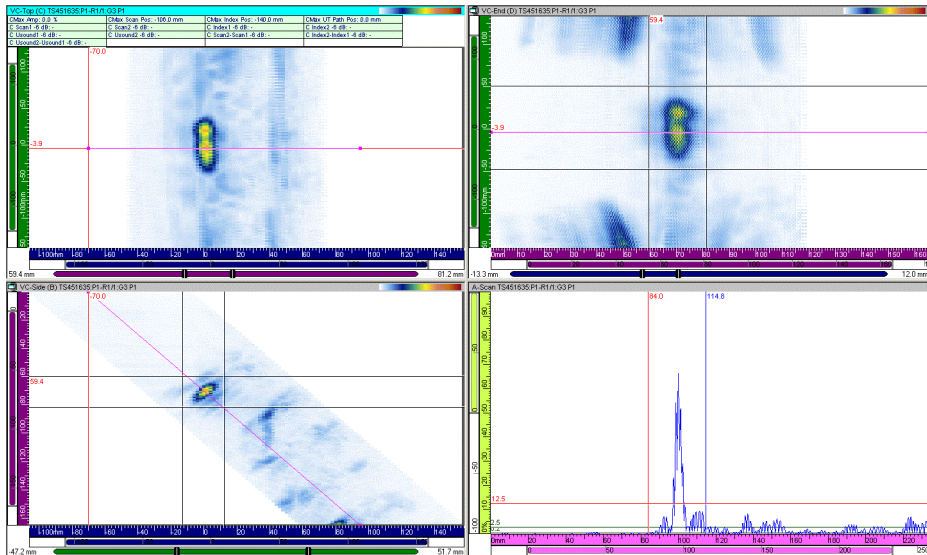

Abbildung 7-11 Prüfdatenbilder (Beispiele)
3. Zeigen Sie den gewünschten Bereich der aufgezeichneten Prüfdaten an (siehe Abbildung 7-11 auf Seite 365).